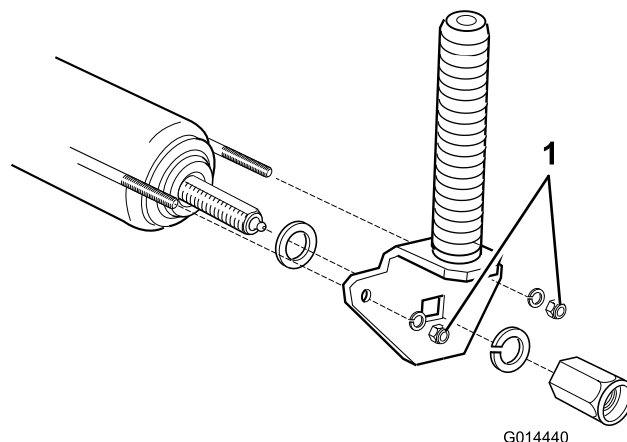

Figura 83
2. Serrate i dadi con 4 giri completi per sottoporre a una corretta tensione i fili (Figura 83).